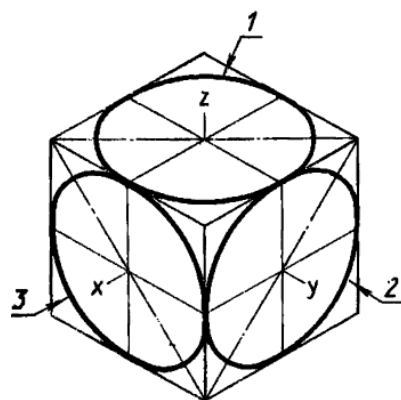

Рис. 65. Изображение в изометрической проекции окружностей, вписанных в куб
**Задание.** Приготовьте лист чертежной бумаги формата А3. Вычертите рамку и графы основной надписи. Постройте овалы, соответствующие проекциям окружностей, вписанных в грани куба, данного в изометрической проекции рисунок 65. Сторона куба равна 80 мм.